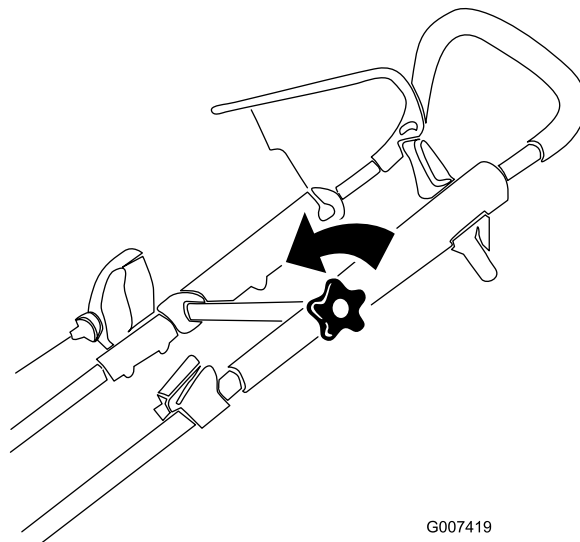

Figure 16
1. Desserrez le bouton de la partie supérieure du guidon (Figure 16).